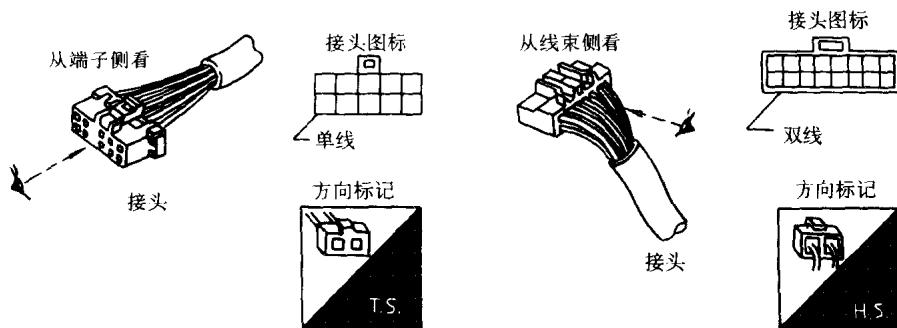
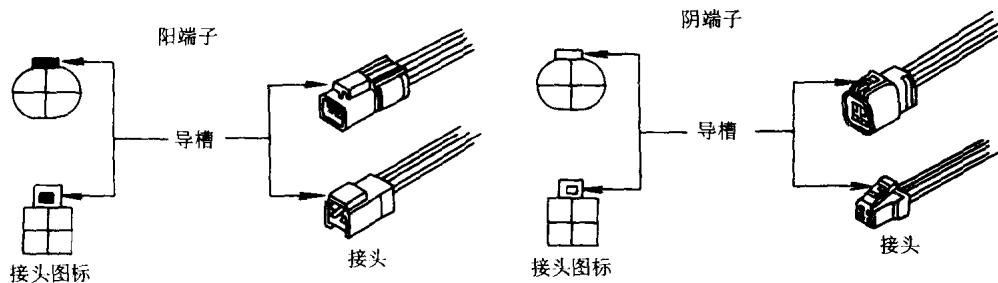

图 0-3 插头端子位置的表示
图 0-4 插头阴、阳端子的表示
(2) 插头端子位置的说明 控制电路中插头端子的位置图,都是从端子侧看的,单线框表示的插头图是从端子侧看的;双线框表示的插头图,是从线束侧看的,如图 0-3 所示。端子分阴、阳端子。阴端子的导槽被涂黑,未涂黑的表示阳端子,如图 0-4 所示。